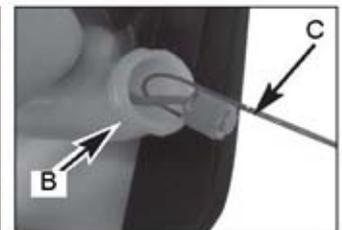

Рис. 12B
2. Вытяните фильтр (D), поворачивая его. (Рис. 12B)